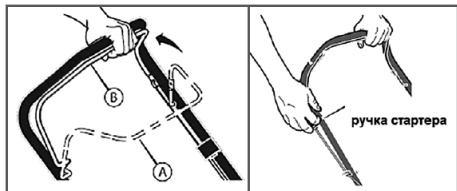

Рис. 11 Запуск двигателя
3. Встаньте позади газонокосилки и нажмите на рычаг остановки двигателя левой рукой (положение В), правой рукой возьмите ручку стартера (Рис.11).
Для остановки двигателя отпустите рычаг 5 (Рис.11 положение А) остановки двигателя.